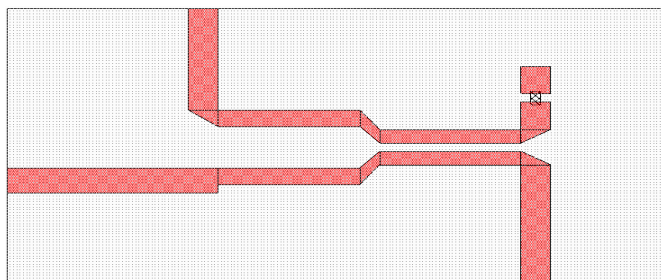

Рис. 6.110
18. Создайте резистор. В окне менеджера топологии в поле **Material** введите **Resist**. Повторите пункты с 2-го по 4-ый, но введите **7.95** в поле **x**, **3.25** в поле **y**, **0.15** в поле **dx** и **0.25** в поле **dy** (рис. 6.110).